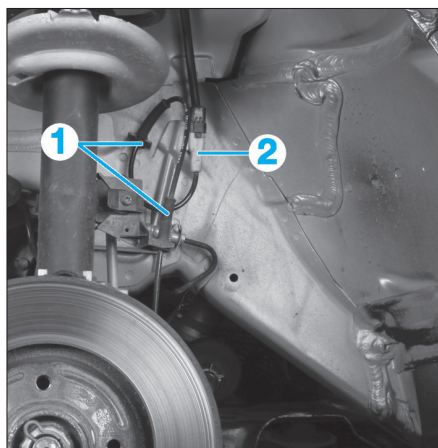

Fig. 25
- Dégraffer le faisceau (1) (Fig.25).
- Débrancher le connecteur (2).